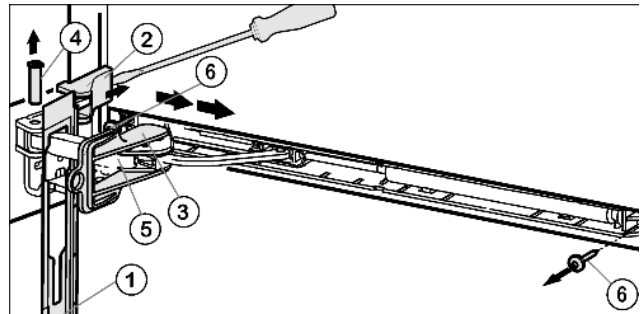

Fig. 9
- ▶ Pousser le panneau au-dessus de l'étrier de l'amortisseur Fig. 9 (5) vers l'avant, en direction de l'appareil.
- ▶ Encliqueter le dispositif d'arrêt Fig. 9 (3) dans le trou longitudinal.
- ▶ Soulever le cache Fig. 9 (2) par le côté extérieur à l'aide du tournevis et l'enlever vers l'extérieur.
- ▶ Chasser le pivot Fig. 9 (4) par le bas.
- ▶ Pousser l'étrier de l'amortisseur Fig. 9 (5) en direction de la porte.
- ▶ Ôter le panneau Fig. 9 (1).
- ▶ Dévisser l'ensemble de l'unité de l'amortisseur de fermeture (2 vis Torx 15) Fig. 9 (6).